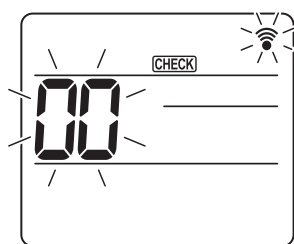
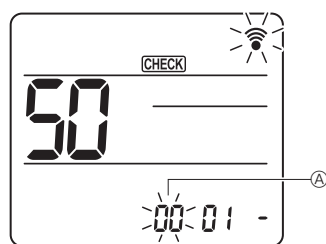
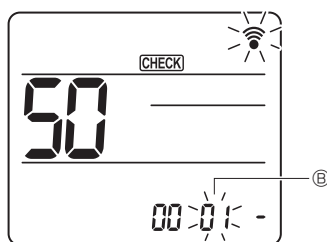
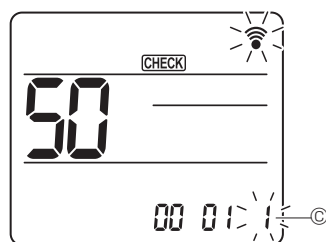

Fig. 7-16
Fig. 7-17
Fig. 7-18
Fig. 7-19
#### 7.4.2. Mediante el mando a distancia inalámbrico (Fig. 7-16, Fig. 7-17, Fig. 7-18, Fig. 7-19)
(Inicie esta operación con la pantalla de estado del mando a distancia apagada). [CHECK] (COMPROBAR) se ilumina y "00" parpadea. (Fig. 7-16)
② Configuración del número de unidad
Pulse el botón [50] para seleccionar el número de unidad ⑤. (Fig. 7-17)
③ Seleccione un modo
Pulse el botón [50] para seleccionar el número de modo ⑥. (Fig. 7-18)
④ Seleccionar el número de ajuste
Utilice el botón [50] para cambiar el número de ajuste ⑦. (Fig. 7-19)